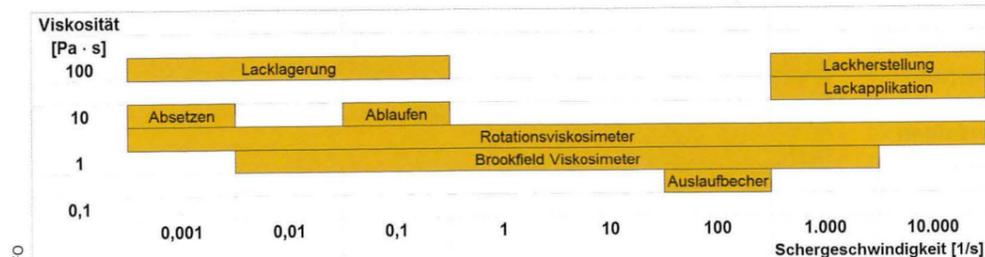

Bild 1 > Zusammenhänge zwischen der Viskosität und der Scherbeanspruchung.
**Viskositätsänderung während der Filmbildung:** Auch während der Filmbildung – Übergang des flüssigen Beschichtungsmaterials zur festen Beschichtung – spielt die Viskosität beziehungsweise deren Änderung eine ganz wesentliche Rolle (Bild 1). Das heißt, geringe Viskositäten erzeugen hier einen guten Verlauf. Niedrig viskose Systeme neigen jedoch auch schneller zur
Das Beispiel zeigt, dass der „richtigen“ Messung der Rheologie, insbesondere bei wasserverdünnbaren Lacken, eine ganz entscheidende Bedeutung zukommt. Wasserlacke haben typischerweise keine „einheitliche“ Viskosität, sondern ein rheologisches Verhalten. Das heißt die Viskosität ist abhängig von der Beanspruchung der sogenannten Scherrate. Dennoch versuchen viele Anwender die „Viskosität“ eines Wasserlackes mit Hilfe eines Auslaufbechers zu ermitteln. Der Auslaufbecher ist grundsätzlich nur für solche Lacke geeignet, deren Viskosität unabhängig von der Schergeschwindigkeit ist, was jedoch für wasserverdünnbare Lacke nicht gilt. Das führt jedoch immer wieder zu den oben genannten Fehlern im Beschichtungsprozess. Warum dies so ist, lässt sich recht einfach anhand von Bild 1 erklären, in dem die Abhängigkeit der Viskosität von der Schergeschwindigkeit dargestellt ist.
In Bild 1 ist gut zu erkennen, dass der Auslaufbecher eine Schergeschwindigkeit von 10 bis 100 1/s abdeckt. Bei der Applikation der Lacke liegen die Schergeschwindigkeiten deutlich höher. Erst in diesen „höheren“ Bereichen „erkennt“ man zum Beispiel die Eigenschaft „Thixotropie“.
Bild 1 verdeutlicht, dass, der Einsatz des Rotationsviskosimeters die einzige Möglichkeit zur Ermittlung des „rheologischen Verhaltens“ eines wasserverdünn-